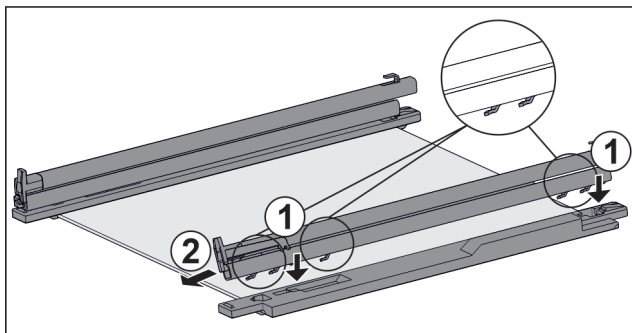

Fig. 53 Стекла́нная пластина с направляющими и крепежными элементами
- ▶ Поместите крючки направляющей в отверстия **левого** крепежного элемента. Fig. 53 (1)
- ▶ Потяните направляющую вперед. Fig. 53 (2)
- ▶ Поместите крючки направляющей в отверстия **правого** крепежного элемента. Fig. 53 (1)